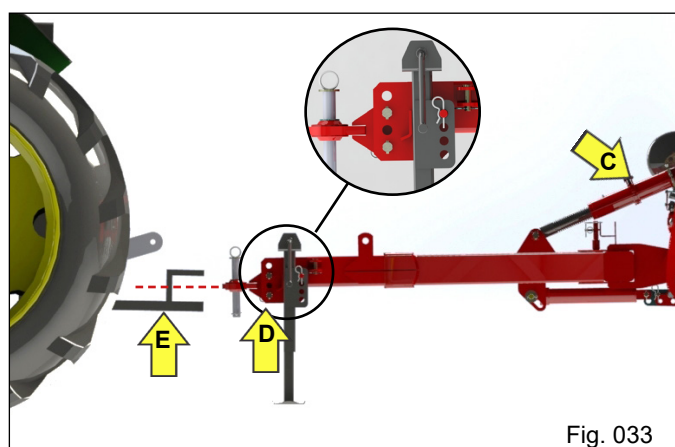

Fig. 033
- a) Utilizando o regulador do cabeçalho "C" e o engate com rótula "D", ajuste a altura do engate do cabeçalho à barra de tração do trator "E" (Fig. 033);